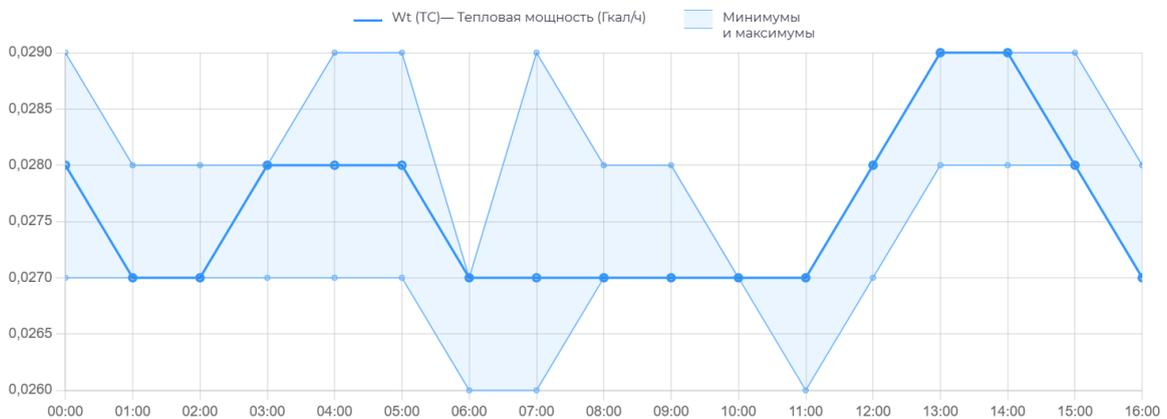

рис.8
- увидеть на графике расход ресурса ЖКУ в заданном пользователем периоде (рис.8);